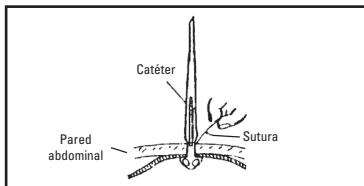

Figura 7
- Sujete el extremo suelto de la cinta adhesiva (material de sutura negro situado en el extremo distal de la raya roja) y tire hacia arriba a lo largo de la raya roja (en sentido contrario al paciente) (Figura 7).